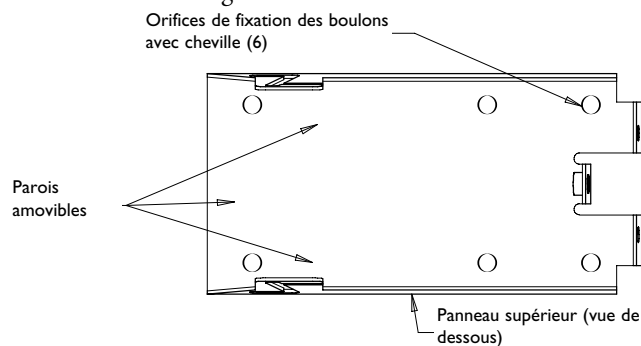

Figure 4 : Orifices pour boulons et parois amovibles
4. Déterminez l'acheminement des câbles jusqu'à l'unité. Cette dernière intègre deux parois amovibles permettant le passage d'un câble d'1/2" et une paroi amovible de 3/4". Veuillez vous référer à la figure 4.